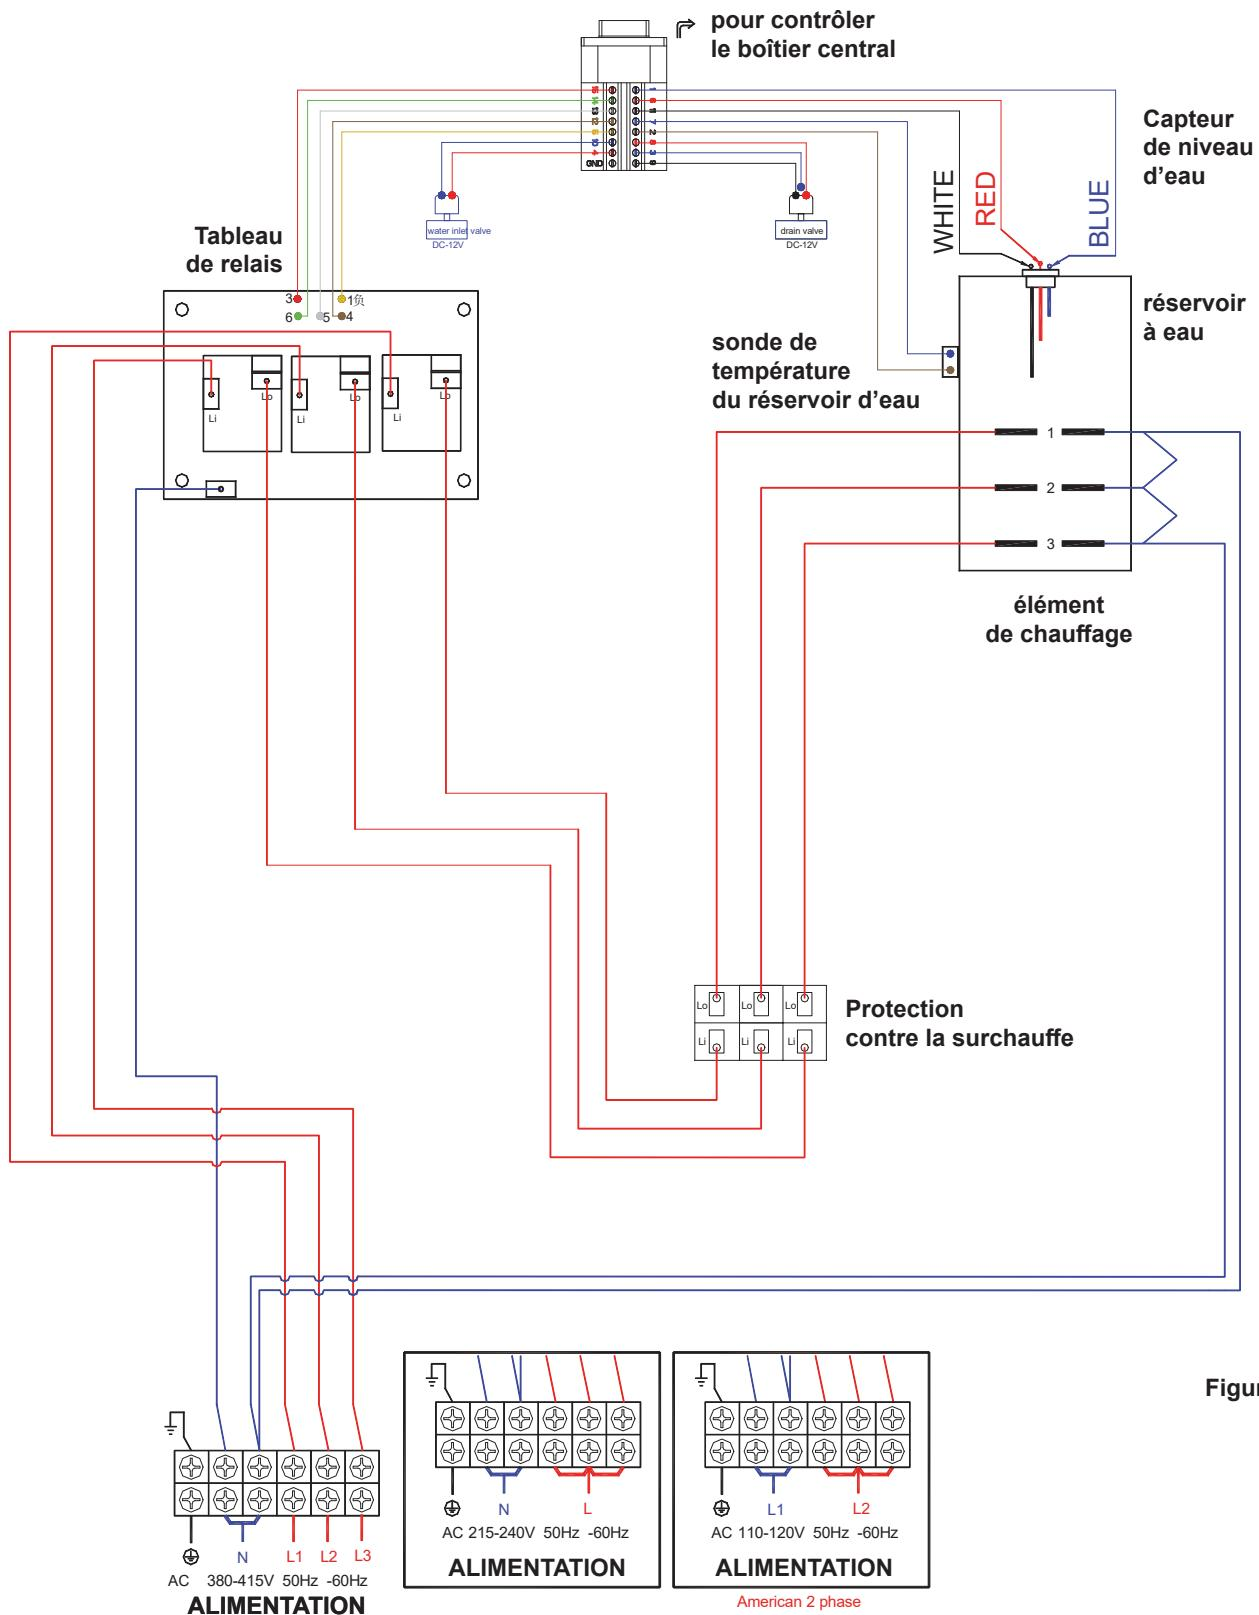

Figure 2
- Une commande de réglage manuel de température à 120° est installé dans le générateur de vapeur pour éviter la surchauffe. Si la température du réservoir interne dépasse 120° accidentellement, cette commande déconnectera automatiquement l'alimentation de l'élément chauffant. Dans ce cas, il est nécessaire de débrancher l'alimentation à du générateur de vapeur, puis de contrôler attentivement les éléments chauffants sur le circuit imprimé de relais et le tuyau d'arrivée d'eau après que le générateur de vapeur ait complètement refroidi. Le commutateur de température peut être réinitialisé uniquement manuellement après avoir trouvé et résolu le problème. Le commutateur de contrôle de la température est montré en figure 2 - 3 - 4.